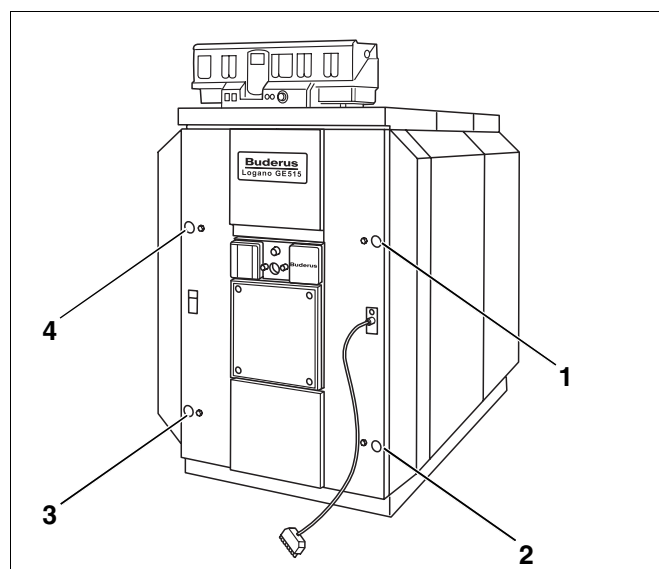

Fig. 65 Fastgørelsen af brænderdøren
- Løsn de fire maskinskrue, som holder brænderdøren fastspændt på det forreste element (Fig. 65, pos. 1 – 4).